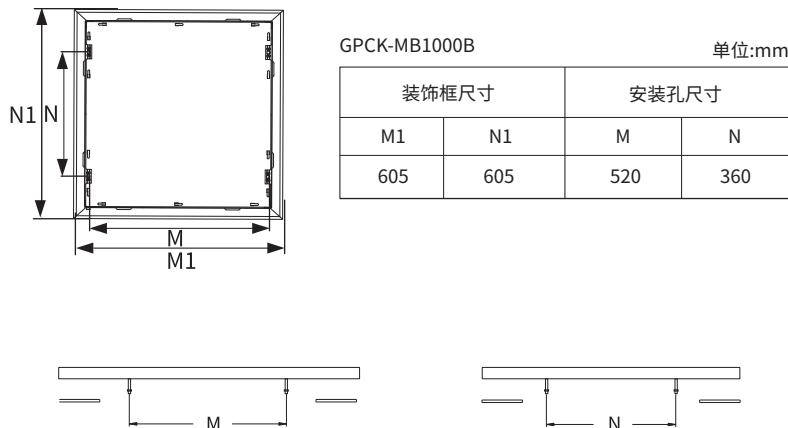

图 3
2.按图3及表格所示,根据升降架的型号来确定安装架的安装距离M、N,先在天花上打好孔,并将M8螺杆固定在天花板上,